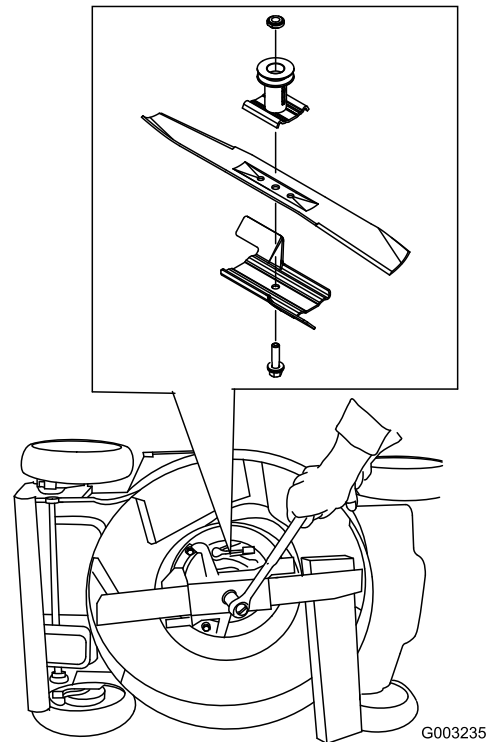

Figura 34
3. Utilice un bloque de madera para inmovilizar la cuchilla (Figura 34).